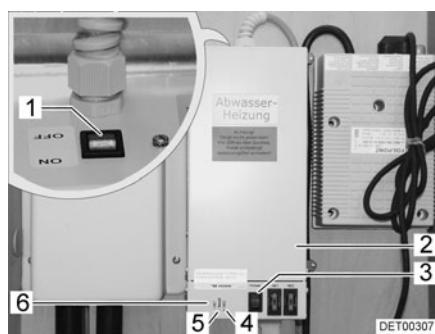

Fig. 109 Transformateur avec régulateur
Le transformateur 230 V AC/12 V DC (Fig. 109,2) est installé dans la pendule.
- Le voyant de contrôle (Fig. 109,5) s'allume en vert : Régulateur en marche
- Les voyants de contrôle (Fig. 109, 4 et 6) s'allument en rouge : Les conduites des eaux usées sont chauffées.
Un bouton-poussoir de contrôle (Fig. 109,3) est intégré dans le boîtier, ce bouton permet d'enclencher brièvement le régulateur. En appuyant sur le bouton-poussoir de contrôle, vous pouvez tester le fonctionnement du chauffage, même si la température ambiante est supérieure à 5 °C.
- Placer l'interrupteur (Fig. 109,1) du transformateur (Fig. 109,2) sur "ON".
Mise hors service : ■ Placer l'interrupteur (Fig. 109,1) du transformateur (Fig. 109,2) sur "OFF".